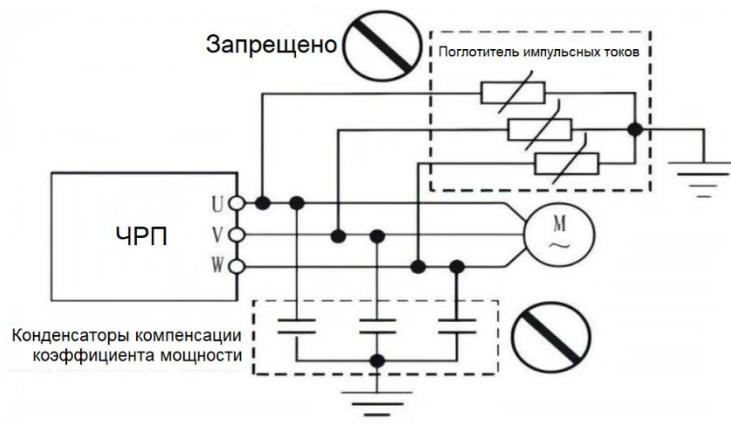

Рисунок1-3
- Поскольку выходное напряжение преобразователя частоты представляет собой импульсную волну ШИМ, не устанавливайте на его выходе конденсаторы или поглотители импульсных токов (такие как варисторы), в противном случае это приведет к срабатыванию защиты по причине неисправностей или даже к повреждению силовых компонентов. Если такие устройства уже установлены, обязательно удалите их. См. Рисунок 1-3.